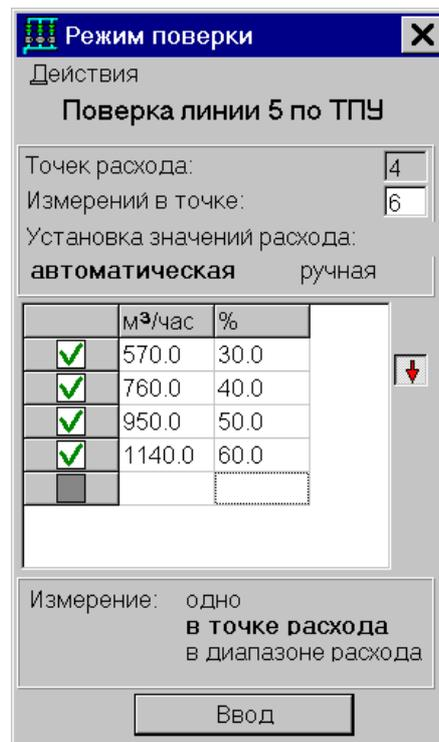

Рис. 37
3.14.1.7 После «сборки технологии» необходимо настроить режим проведения поверки (сличения). Для этого нажать кнопку **Режим поверки**, после чего появляется окно (Рис. 37). В окне сохранен режим предыдущей поверки (сличения) по заданной линии.